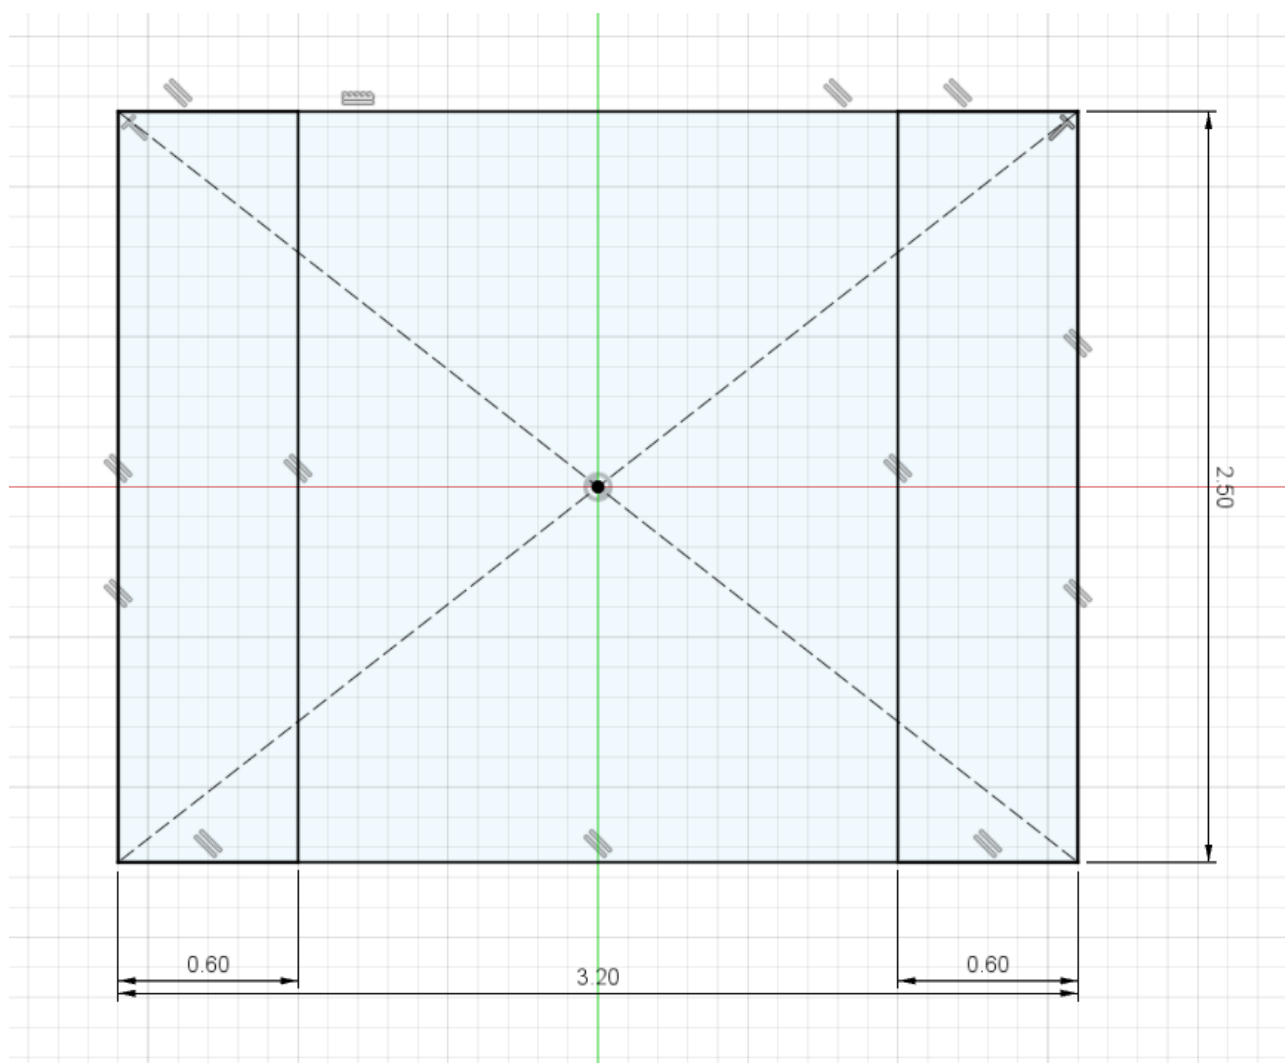

Рис. 4.2 Модель 2D ескізу конденсатора
Для початку створимо 2D ескіз компоненту, за допомогою команди Create Sketch. На площині яку ми повинні обрати (XY) потрібно намалювати вигляд компоненту зверху з дотриманням габаритних розмірів (Рис. 4.2), для цього використаємо інструмент Rectangle.